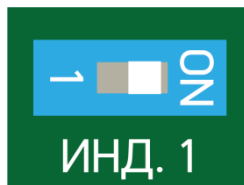

Рисунок 7.28
– снять крышку БОС. Включить сигнальный светодиод (поз.11, рисунок 7.1) установкой флажка выключателя (поз.3, рисунок 7.1) в правое положение (положение «ON») (рисунок 7.28);